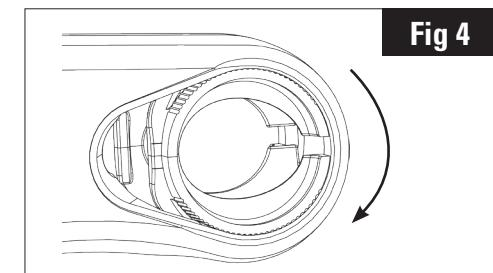

Fig 4
2. Girar los casquillos un cuarto de vuelta de forma que los topes se encuentren en la parte de arriba del cuerpo de la potencia. (Fig. 4)